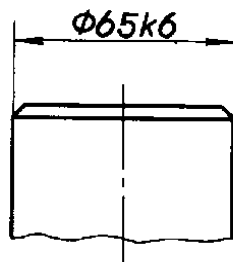

图 1
- 2.1 线性尺寸的公差应按下列三种形式之一标注（图1～6）。
- 2.1.1 当采用公差代号标注线性尺寸的公差时，公差带的代号应在基本尺寸的右边（图1、2）。